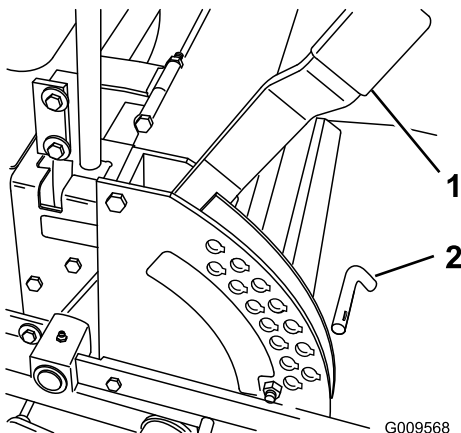

Figura 18
1. Levante la palanca de ajuste de la altura de corte a la posición de transporte (que es también la posición de altura de corte de 114 mm) (Figura 18).
2. Para ajustarla, retire el pasador del soporte de altura de corte (Figura 18).
3. Seleccione un taladro del soporte de altura de corte que corresponda a la altura de corte deseada, e inserte el pasador (Figura 18).